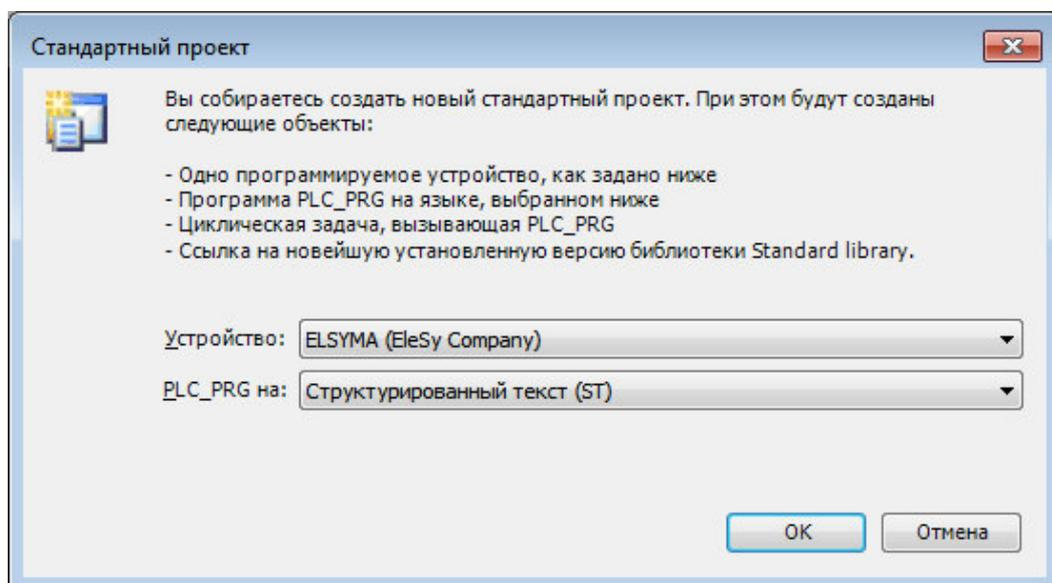
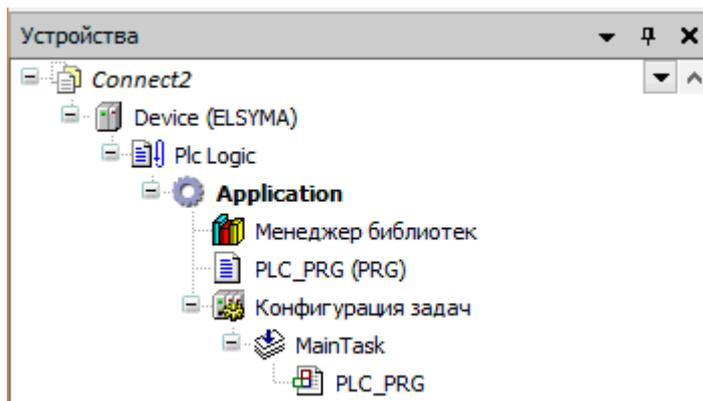

Рисунок 5.3 – Настройка стандартного шаблона проекта
Рисунок 5.4 - Дерево объектов проекта
4. В окне «**Стандартный проект**» в списке **Устройство**: выбрать контроллер – *ELSYMA (EleSy Company)*, в списке **PLC\_PRG на:** – язык реализации основного программного компонента – *Структурированный текст (ST)* (рисунок 5.3). Нажать кнопку «**ОК**». Созданный проект отображается в области **Устройства** в виде дерева объектов (рисунок 5.4)